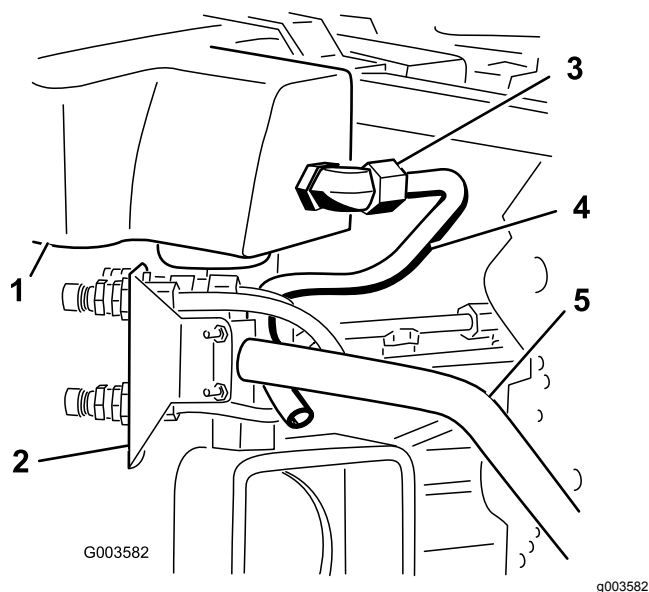
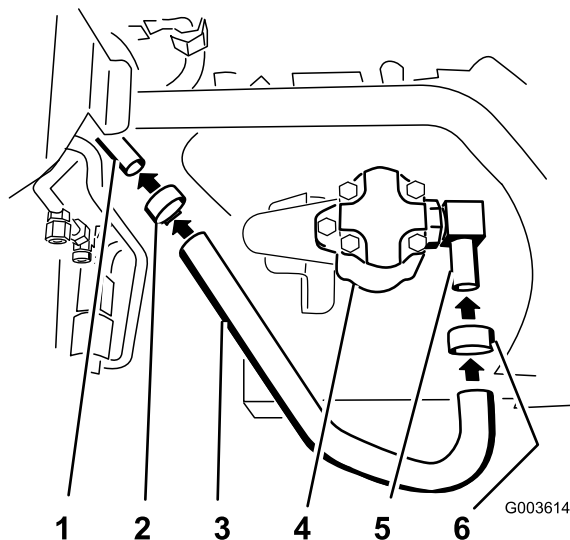
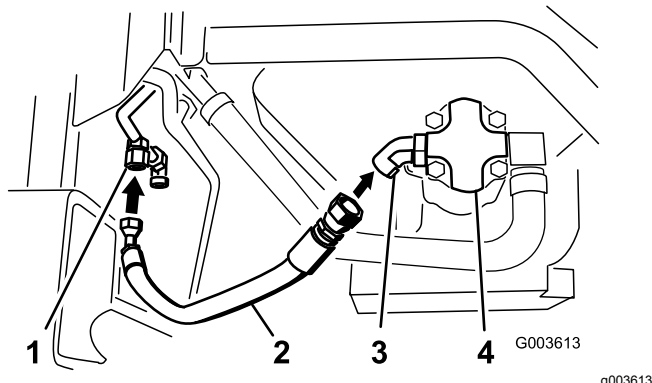
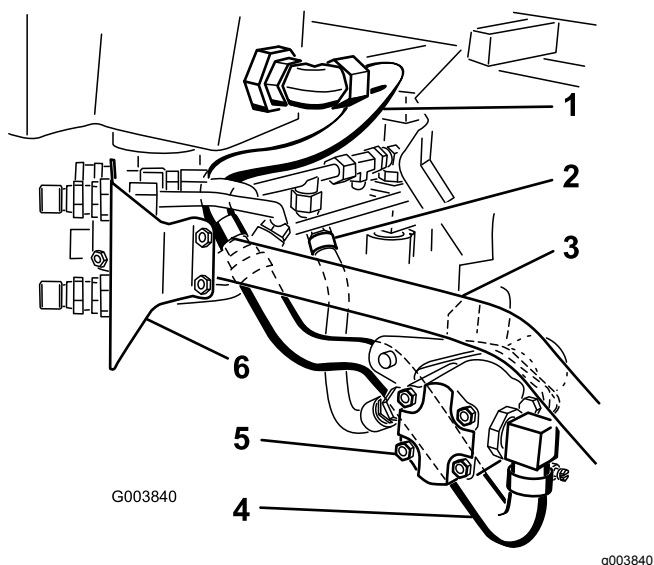

Figura 26
Figura 27
Figura 30
Figura 31
4. Posizionate il tubo idraulico numero 3 sulla macchina come illustrato in Figura 26.
5. Collegate il tubo idraulico numero 3 al gomito a 90° grande montato sulla succhieruola e sul serbatoio idraulico (Figura 26 e Figura 31).
2. Collegate il flessibile idraulico grande al gomito a 90° montato sul lato della pompa idraulica (Figura 27 e Figura 31).
3. Serrate una fascetta stringitubo intorno al flessibile e al gomito (Figura 27).
4. Collegate il flessibile idraulico grande al tubo idraulico numero 3 (Figura 27).
5. Serrate la fascetta stringitubo intorno al flessibile e al tubo idraulico numero 3 (Figura 27).
9. Collegate il flessibile idraulico con i raccordi al gomito a 45° fissato sulla pompa idraulica (Figura 30 e Figura 31).
10. Fate riferimento alla Figura 31 per conoscere la corretta posizione dei flessibili e dei tubi idraulici rispetto alla pompa idraulica.